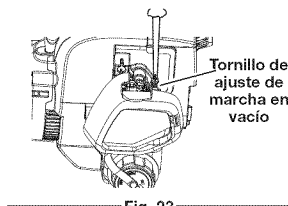

Fig. 23
La velocidad de marcha en vacío del motor se puede ajustar. Hay un tornillo de regulación de marcha en vacío entre la tapa del filtro de aire y la carcasa del motor de arranque (Fig. 23).
2. Suelte el gatillo del regulador y deje que el motor se mantenga en marcha en vacío. Si el motor se detiene, inserte un destornillador pequeño phillips en el tornillo de ajuste de marcha en vacío (Fig. 23). Gire el tornillo de marcha en vacío en sentido de las agujas del reloj 1/8 de vuelta cada vez (según sea necesario) hasta que el motor funcione en marcha en vacío sin inconvenientes.